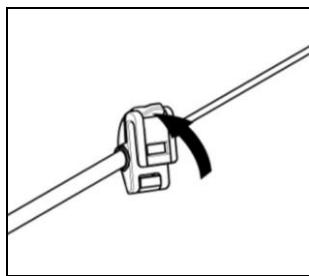

Abb. 23
- Öffnen Sie auf den auf dem Mikrofonbügel angebrachten Clip, indem Sie diesen wie auf Abb. 23 dargestellt anheben.